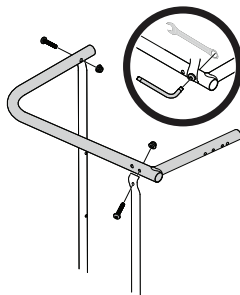

Figura 5
4. Conecte el tubo esquinero adicional a los extremos libres de los tubos verticales, alineándolo con los orificios de montaje y asegure con dos tornillos de cabeza troncónica y dos tuercas hexagonales, como se ilustra en la Figura 5.
5. Ahora ajuste todos los elementos de ferretería instalados con la herramienta torx y llave de 1/2", como se ilustra en el recuadro de la Figura 5.